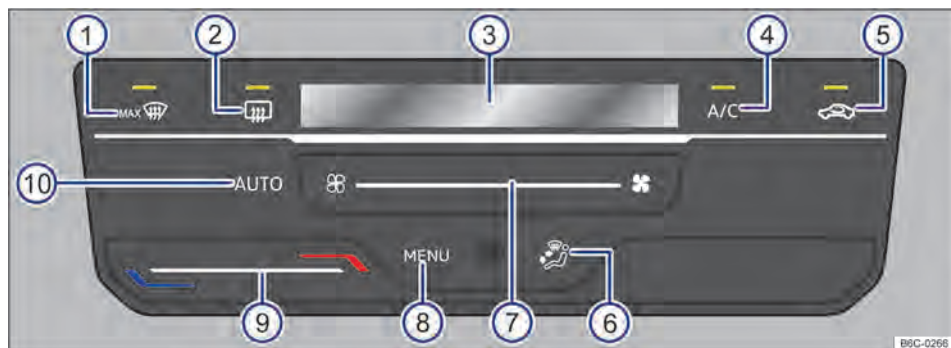

Fig. 82 Comandos do Climatronic.
- *Climatronic*: deslizar o dedo para a esquerda sob a superfície de função → Fig. 82 (7), depois pressionar o botão  da extremidade esquerda.
Ao tocar na superfície de função **AUTO** → Fig. 82 (10) é possível ligar o modo automático do Climatronic.
maticamente. O funcionamento automático se desliga quando a ventilação é alterada manualmente → Fig. 82 (7) ou com a alteração da distribuição de ar através da superfície de função → Fig. 82 (6).
- *Climatronic*: tocar na superfície de função **A/C** → Fig. 82 (4) para ligar e desligar o funcionamento da refrigeração.
- *Climatronic*: deslizar o dedo sob a superfície de função → Fig. 82 ⑨.
No display do Climatronic → Fig. 82 ③ é indicada a temperatura ajustada.
- *Climatronic*: deslizar o dedo sob a superfície de função → Fig. 82 ⑦.
- *Climatronic*: tocar na superfície de função  → Fig. 82 ⑤.
- *Climatronic*: tocar na superfície de função → Fig. 82 ⑥ para posição desejada, a distribuição selecionada será indicada no display ③.
- *Climatronic*: tocar na superfície de função  → Fig. 82 ①.
- *Climatronic*: tocar na superfície de função  → Fig. 82 ②.
→ Fig. 82  para abrir o menu do ar-condicionado no rádio.